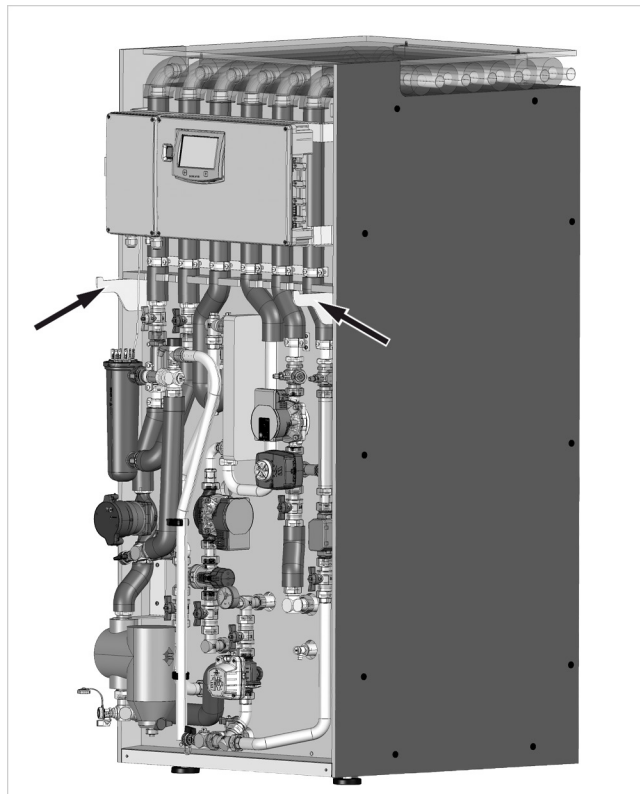

Fig. 40: Posizionamento del pannello frontale sui supporti
2. Posizionare il pannello frontale sui supporti (vedi ➔ fig. 40 e allinearlo. Assicurarsi che nessun cavo rimanga incastrato tra il frontale, il suo supporto e il telaio del frontale.